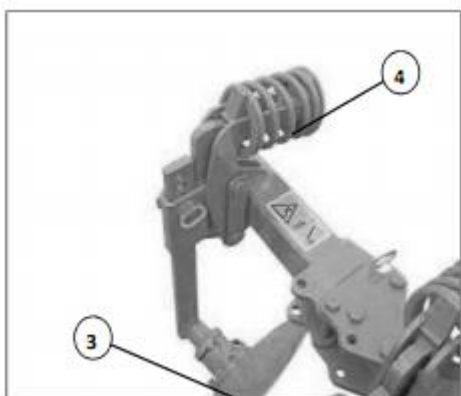

Рис. 4.12
Полусферические и ограничительные (боковые наружные) диски (3) рис. 4.12 с устройством защиты от перегрузки оснащены нажимной пружиной (4), которая находится под большим предварительным натяжением. При столкновении с препятствием на почве полусферический диск отклоняется назад и вверх, а после прохождения препятствия снова автоматически возвращается в рабочее положение.